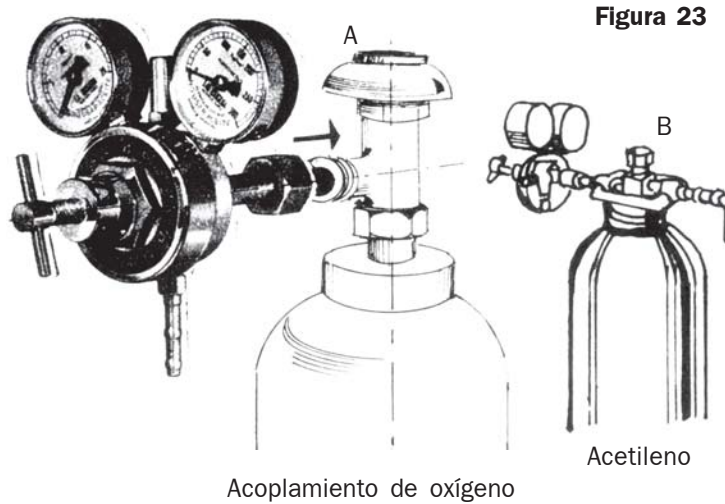

Figura 23
- 3) Una vez realizada la maniobra anterior, en ambos tubos, conectar los reductores de presión correspondientes, cuidando de que el tornillo de regulación de los mismos, se encuentre completamente flojo (**figura 23**).